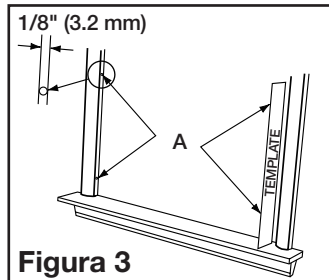

Figura 3
1. Marque la ubicación de los tornillos sobre los bordes interiores del contramarco de la ventana utilizando la plantilla incluida tal como se muestra en la ilustración (**Figura 3**).